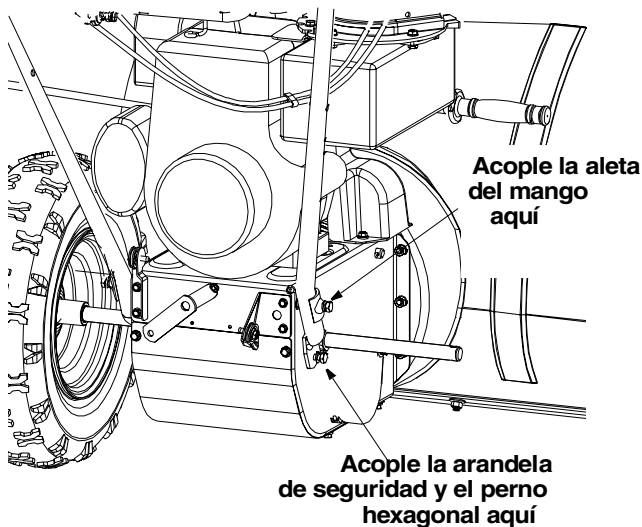

Figura 3
- Asegure el orificio inferior en el mango al bastidor del expulsor de nieve utilizando pernos hexagonales 5/16 x.75" y la arandela de seguridad del conjunto de ferretería (grupo A en la página 5). No apriete en este momento. Vea Figura 3.
- Coloque una aleta del mango, incluida en el conjunto de ferretería (grupo A en la página 5), sobre el orificio superior en el mango de manera que el contorno de la aleta del mango coincida con la del mango. Vea Figura 3.